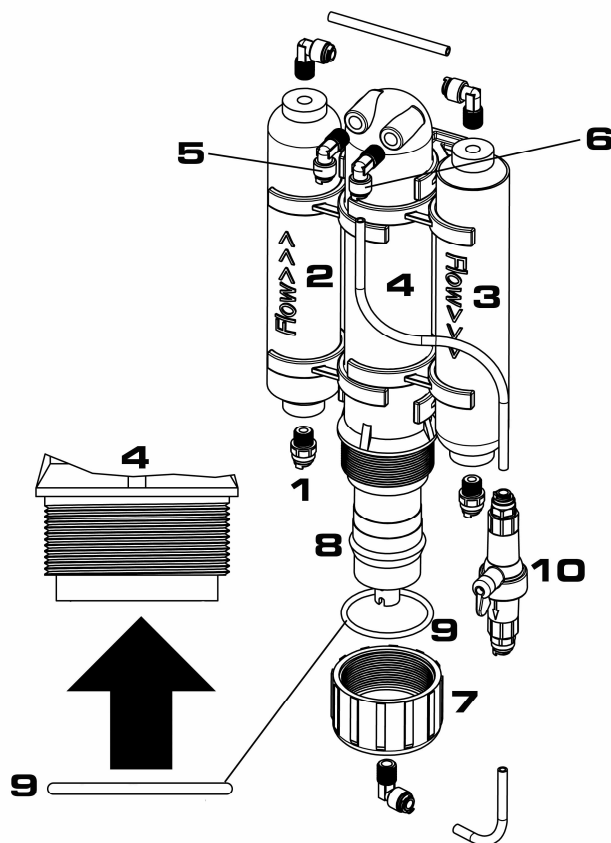

Fig. 1:
- **Door spoelen:** Om het membraan te spoelen moet de spoelklep (afb. 1, nr. 11) worden geopend. Dan stroomt het water op volle snelheid door het diafragma huisvesting en spoelt het meeste vuil en residu weg.
Las conexiones de la unidad son (vea Fig. 1):